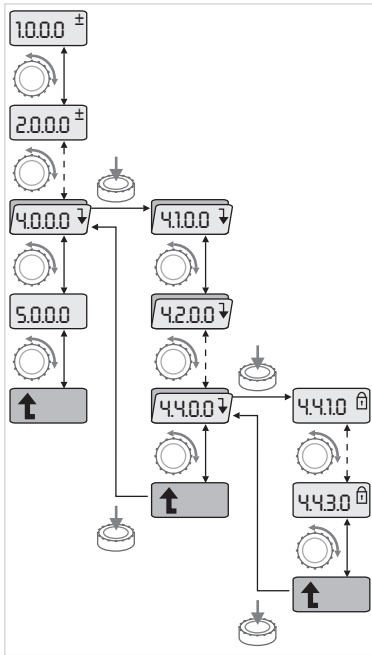

Рис. 34: Пример навигации
- Выполнить общую навигацию в меню следующим образом (пример см. на рис. 34):